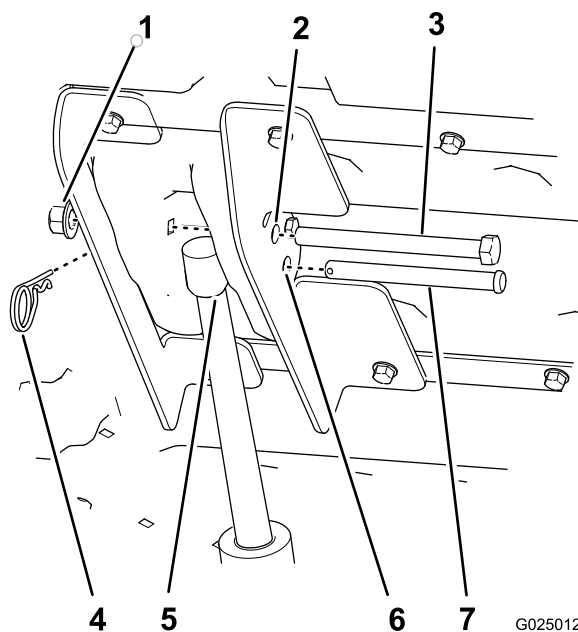

Figura 9
- Pressione a aleta superior do interruptor do elevador da caixa para estender a barra do accionador do elevador até que o furo na barra fique alinhado com os furos nos suportes interior e exterior do elevador (Figura 9).
- Fixe a barra do accionador do elevador aos suportes do elevador com o passador de forquilha (3-1/2 pol.) e o gancho (Figura 9).
10. Alinhe o parafuso de cabeça sextavada (1/2 x 5-1/2 pol.) através dos restantes furos de 12,7 mm nos suportes interior e exterior do elevador (Figura 9) e prenda com uma porca (1/2 pol.) até que a porca flangeada esteja fixa.
2. Remova o gancho e o passador de forquilha que prendem a barra do accionador aos suportes interior e exterior do elevador (Figura 9).
7. Desça a caixa e alinhe o accionador do elevador com os suportes do elevador (Figura 9).
8. Prenda o accionador do elevador com os suportes do elevador com o passador de forquilha e gancho (Figura 9).